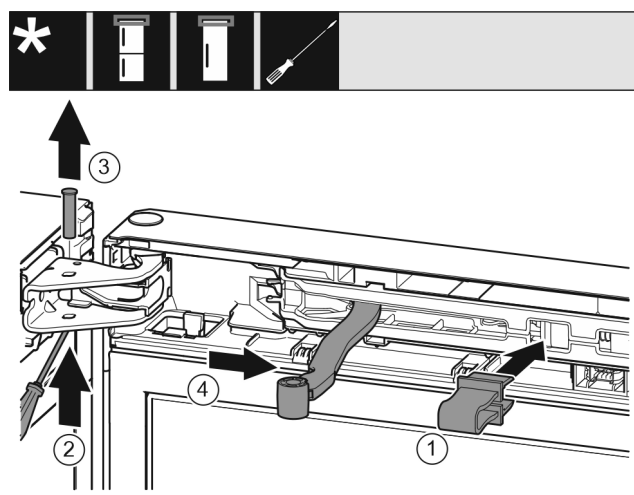

Fig. 9
► Låt spärren Fig. 9 (1) haka fast i öppningen.
- Skruva ut stiftet Fig. 9 (2).
- Ta bort stiftet Fig. 9 (3) uppåt.
- Vrid leden Fig. 9 (4) i dörriktningen.